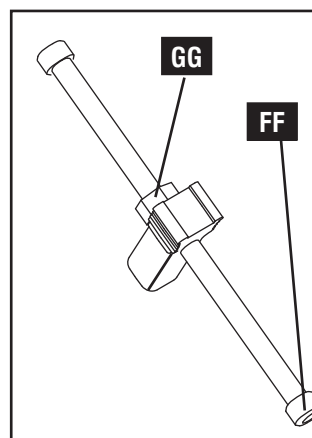

Fig. E17
POUR CORRIGER LA PLANCHE-GOUJON RENFORCÉE : dévissez l'écrou hexagonal (GG), Fig. E17, et faites tourner la vis de butée (FF), Fig. E17 ou E18, dans **le sens des aiguilles d'une montre** si le joint est renforcé.
POUR CORRIGER LA PLANCHE-GOUJON PROTUBÉRANT : desserrez l'écrou hexagonal (GG), Fig. E17, et faites tourner la vis de butée (FF), Fig. E17 ou E18, dans **le sens contraire des aiguilles d'une montre** si le joint est protubérant.